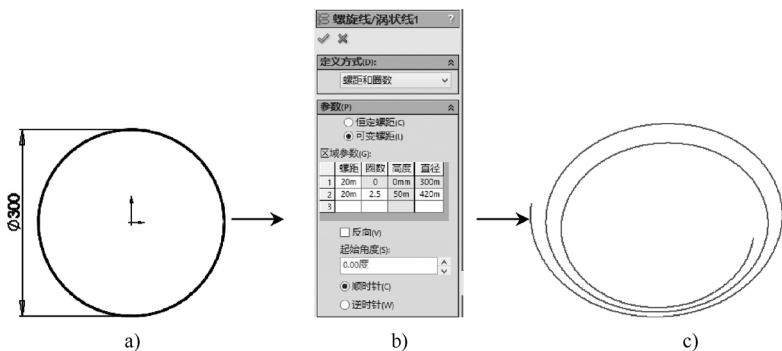

图 4-90 创建可变螺距螺旋线
STEP 1 新建一零件类型的文件，在“前视基准面”中绘制如图 4-90a 所示的草绘图形，然后单击“曲线”工具栏中的“螺旋线/涡状线”按钮，选择绘制的草绘图形创建可变螺距、2.5 个圈数的螺旋线，如图 4-90 所示。